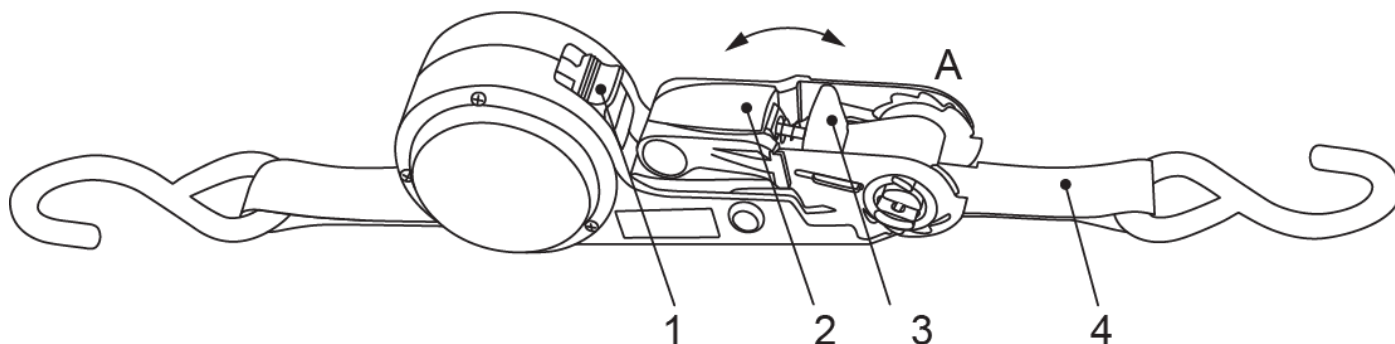
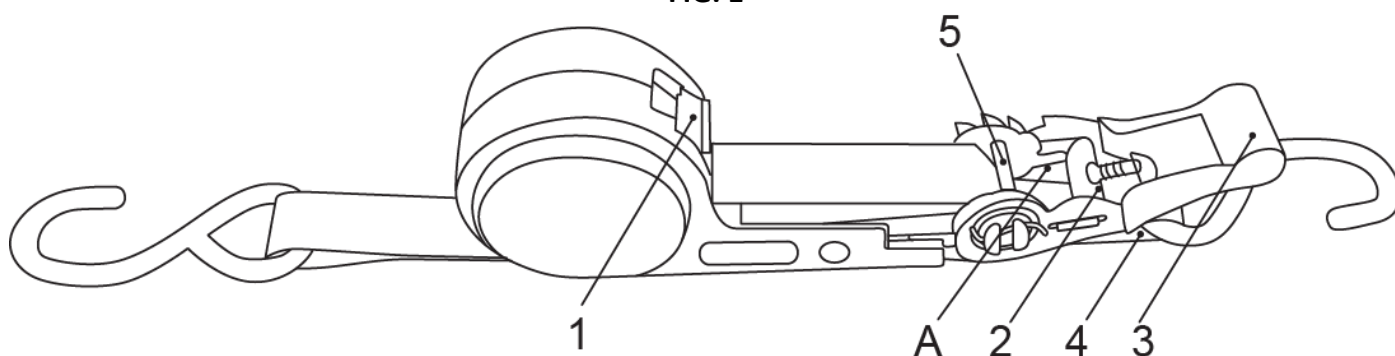

FIG. 1
FIG. 2
- Reglați mânerul cu clichet (2) în poziția închisă și lăsați butonul roșu (1) în poziția superioară.
- Glisați mânerul cu clichet (2) în sus și în jos până când cureaua este întinsă. **AVERTISMENT! Aveți grijă să nu strângeți prea tare cureaua și să nu deteriorați încărcătura.**
- Când încărcătura este fixată, glisați mânerul cu clichet (2) în poziția prezentată în Fig. 1
- Apăsăți butonul roșu (3) și plasați mânerul cu clichet (2) în poziția A (fig. 2).
- Scoateți chingile din fanta (5), astfel încât să nu fie încrețite. Apăsăți butonul roșu (1) pentru a înfășura automat curelele înapoi pe clichet.
SECURING THE LOAD**FIG. 1****FIG. 2**
- Before use, the lashing straps should be positioned as shown in Figure 1.
- Adjust the ratchet handle (2) to the closed position and leave the red button (1) in the upper position.
- Slide the ratchet handle (2) up and down until the strap is taut. **WARNING! Be careful not to over-tighten the strap and damage the load.**
- When the load is secured, slide the ratchet handle (2) to the position shown in Fig. 1.
- Press the red button (3) and place the shoulder handle (2) in position A (Fig. 2).
- Pull the straps out of the slot (5) so that they are not crimped. Press the red button (1) to automatically wind the straps back onto the ratchet.